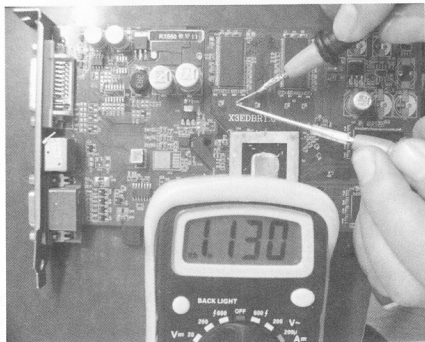

图 5-95 电阻坏了
(12) 量右边的电阻为 1130Ω ，如图 5-95 所示。